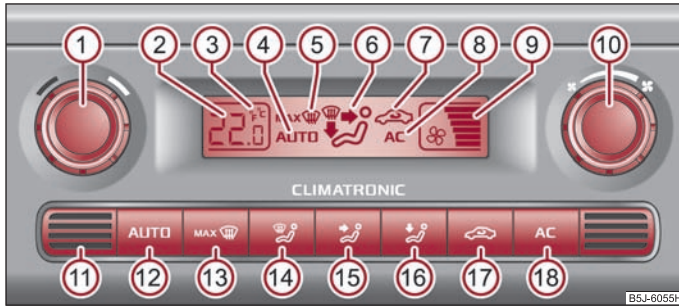

Abb. 93 Climatronic: Bedienelemente
- Drücken Sie die Taste  ⇒ Seite 86, Abb. 93.
Drücken und halten Sie gleichzeitig die Tasten  und  ⇒ Seite 86, Abb. 93. Im Display erscheinen die Angaben in der gewünschten Temperatur-Maßeinheit.
- Drücken Sie die Taste **MAX** ⇒ Abb. 93.
- Drehen Sie mit dem Drehregler  ⇒ Seite 86, Abb. 93 nach links (Gebläsedrehzahl verringern) bzw. rechts (Gebläsedrehzahl erhöhen).
- Drücken Sie die Taste   ⇒ Seite 86, Abb. 93, im Display wird  angezeigt.